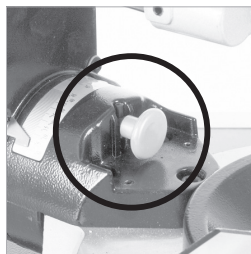

Fig. 17
- Saque el seguro de bisel derecho y gírelo un cuarto de vuelta para mantenerlo desenclavado. De este modo dispondrá de acceso a los ángulos de biselado derechos. (**Fig. 17**)